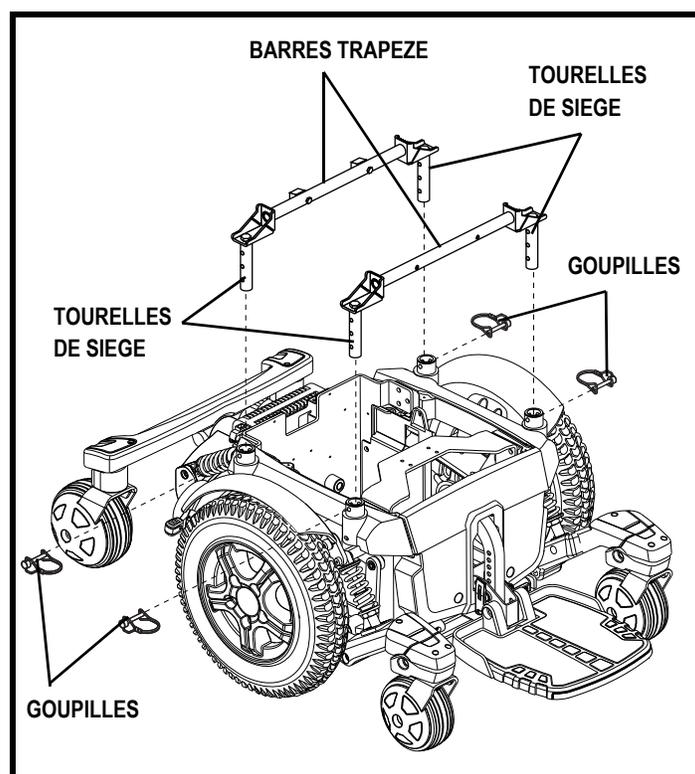

Figure 15. Réglages de la hauteur et de inclinaison du siege
8. Retirez les clips de fixation qui attachent les mâts du siège aux connecteurs du montant du siège. **Voir la figure 15.**